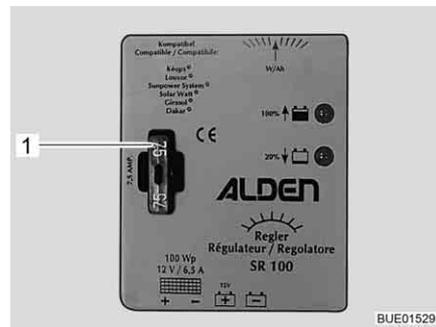

Fig. 149 Fusibile regolatore di carica del pannello solare 100 W
- Sostituire il fusibile piatto 5 A/marrone chiaro (Fig. 149,1).